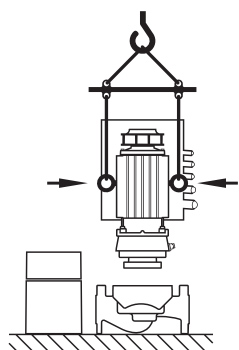

Fig. 25: A behelyezhető készlet szállítása
- Ha a szállítógyűrűket átszereli vagy átszerelte a motorkarimáról a motorházra, használatuk csak a behelyezhető készlet (Fig. 25) emelésére, illetve szállítására engedélyezett, az egész szivattyú szállítására, továbbá a behelyezhető készletnek a szivattyúháztól való különválasztására azonban nem (ügyeljen a távtartók le-, majd felszerelésére).